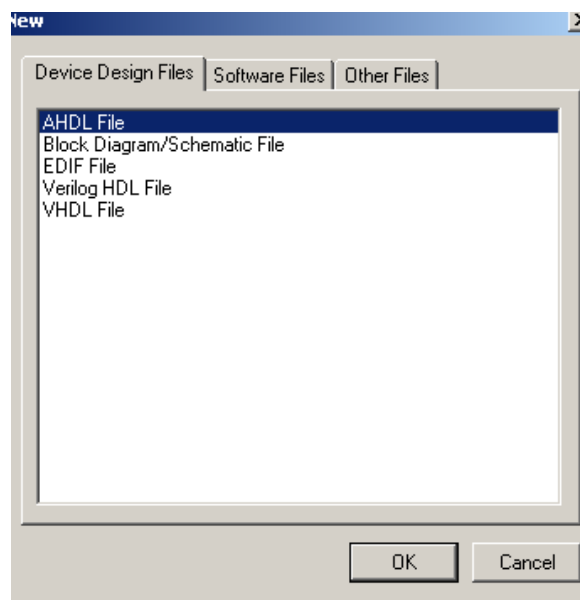

Figura 2.1 Janela da opção NEW do menu FILE.
1. Escolher “**New**” no menu File. A caixa de diálogo “**New**” aparece . como mostra a Figura 2.1.